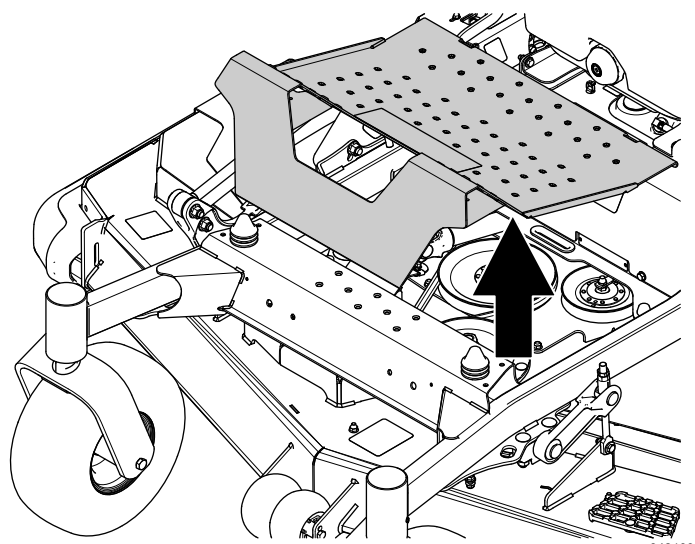

Figure 10
- Déposez la tôle de plancher (Figure 10).